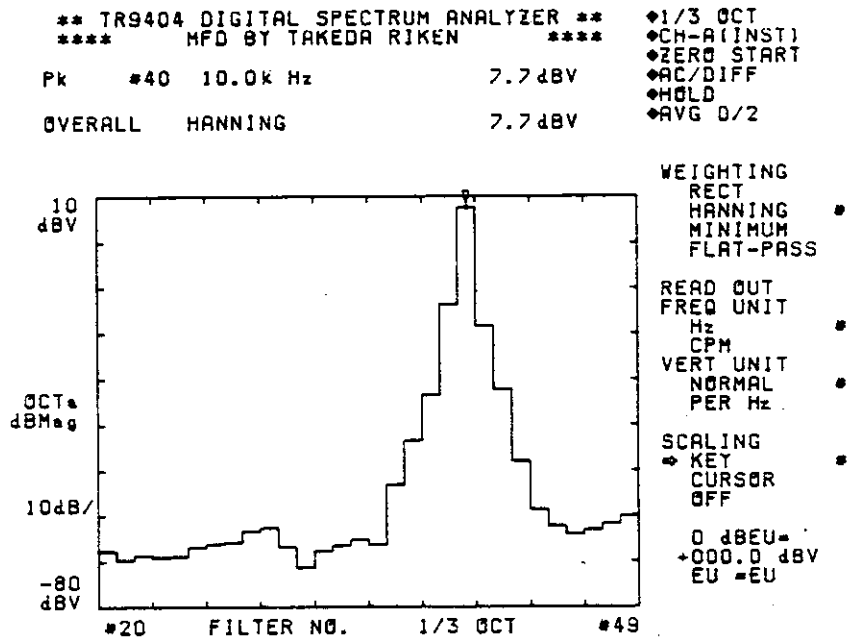

図 7-23 CAL. 信号の 1/3 オクターブ分析結果
- ④ **ADVANCED ANALYSIS-EXECUTE** スイッチを押して、オクターブ分析を開始します。〔図 7-23〕参照
- ⑤ 「**SETUP**」セクションの  FUNCTION スイッチを押して、「**OVERALL**」を「**ALL**」に設定します。
- ⑥ 「**SETUP**」セクションの  WGT/SCALING スイッチを押して、「**KEY**」モードに設定します。